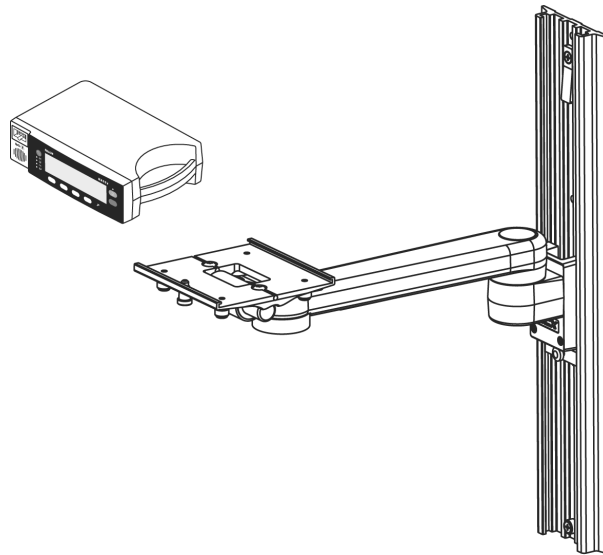

Figure 8 : Bras de support vertical mural GCX
- SBras de support vertical mural GCX. Voir Figure 8 à la page 127.